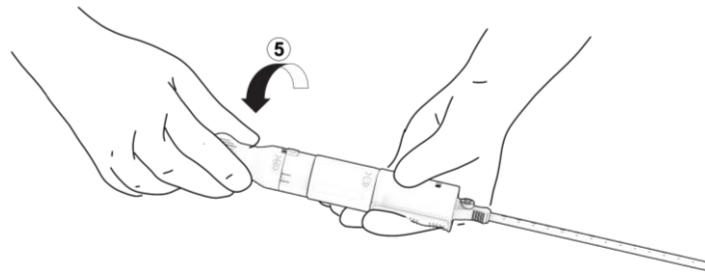

Bild 16. Frigör implantatet.
- Placera den fria handen på frigöringskolvon (märkt med "5") och rotera denna greppsektion en bit, 90° i den riktning som anges, fram till de första inriktningsmärkena. Bild 16. Implantatet är nu i den helt expanderade konfigurationen, men det är fortfarande fäst vid anordningens handtag.